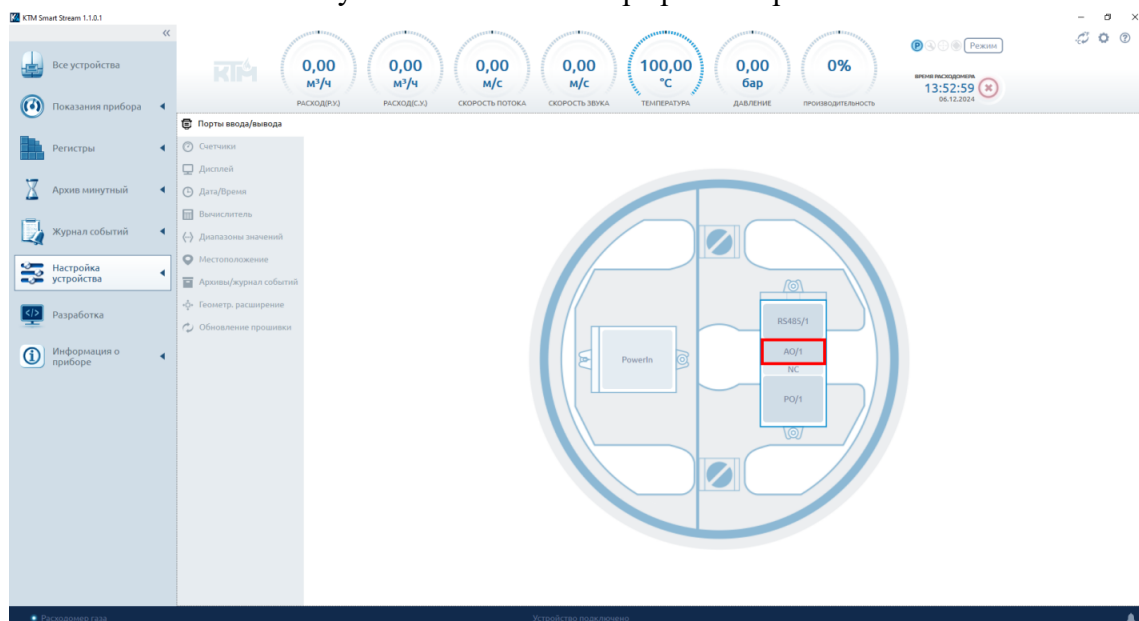

Рисунок 41 – Вкладка «Настройка устройства», интерфейсная плата № 3
- перейдите по кнопке «АО/1» в меню настройки параметров аналогового выхода (рисунок 41);